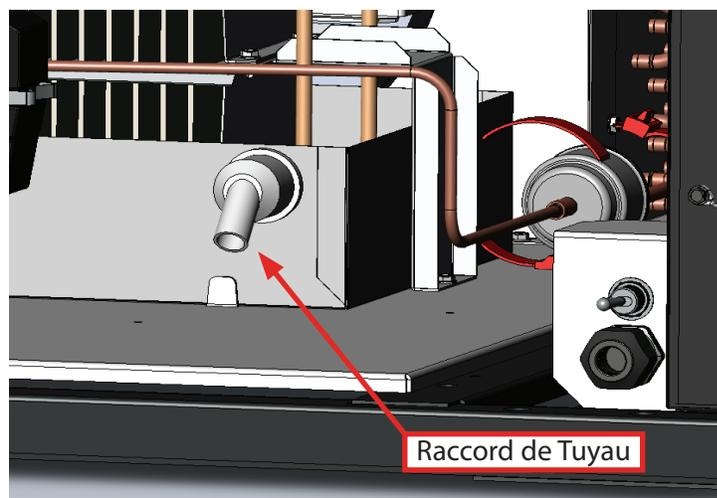

Fig. 1. L'arrière de l'armoire est illustré avec la grille métallique retirée.
2. Retirez la grille arrière. Voir Fig. 1.